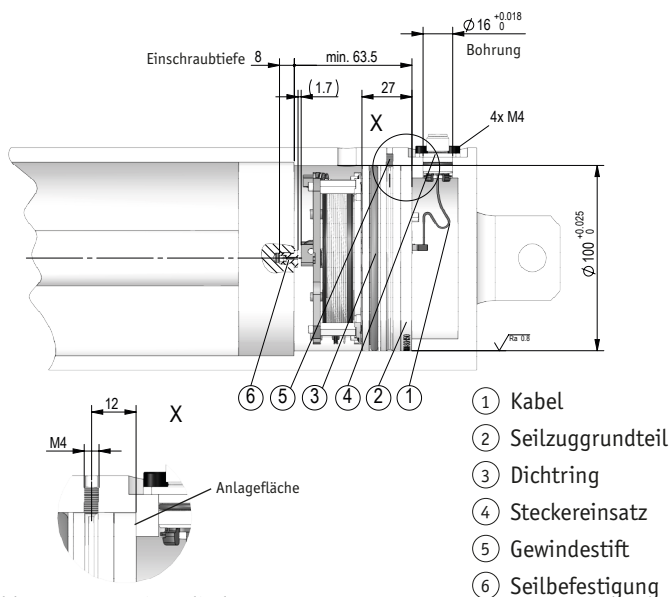

Abb. 3: Montage im Zylinder
Montage (Abb. 3):
3. Den Steckereinsatz ④ durch den Steckerausgang am Zylinderunterteil nach außen ziehen. Der Steckereinsatz wird mit dem Flanschgehäuse incl. gefettetem O-Ring gefügt und 4x an der vorgesehenen Stelle verschraubt.
4. Die Axialsicherung kann, wie in Abb. 3 dargestellt, mit einem Gewindestift ⑤ erfolgen. Den Gewindestift erst leicht anziehen (ca. 0.5 Nm) und anschließend wieder ca. 0.5 Umdrehungen zurückdrehen.
Nähere Informationen zum Einbau finden Sie im Kapitel 4.1 (Abb. 3)